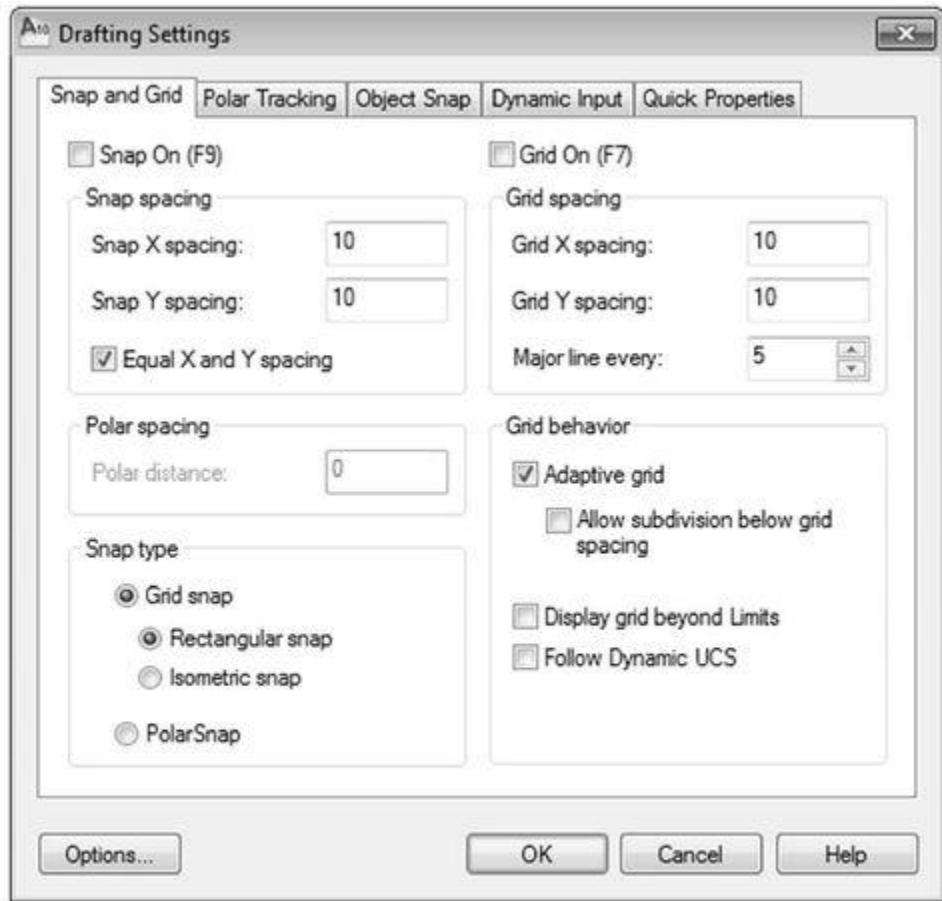

Рис. 3.14. Диалоговое окно настройки режимов привязки
Дискретная привязка обеспечивает строгое позиционирование курсора относительно сетки привязки (Snap). Этот режим настраивается на вкладке Snap and Grid (Шаг и сетка) диалогового окна Drafting Settings (Режимы рисования) (рис. 3.14). Для вызова этого окна
Шаг вспомогательной сетки устанавливается в разделе Grid (Сетка). Для этого предназначены поля GridXspacing (Шаг сетки по X) и Grid Y spacing (Шаг сетки по Y) диалогового окна Drafting Settings (рис. 3.14).
Чтобы определить шаг привязки к полярным углам, следует открыть диалоговое окно Drafting Settings (Режимы рисования) (см. рис. 3.14) на вкладке Snap and Grid (Шаг и сетка). В нижней части этой вкладки находятся поля настройки параметров полярной привязки. Для активизации режима следует включить опцию PolarSnap (Полярная привязка) раздела Snap type (Тип привязки), а затем ввести значение в поле Polar distance (Шаг полярной привязки), которое будет автоматически отслеживаться на направляющих.
1. Вызвать контекстное меню кнопки Snap Mode (Шаговая привязка), выбрать в нем команду Settings (Параметры), а затем в диалоговом окне Drafting Settings (Режимы рисования) в разделе Snap type & style (Тип и стиль привязки) (см. рис. 3.14) установить флажок PolarSnap (Полярная привязка).